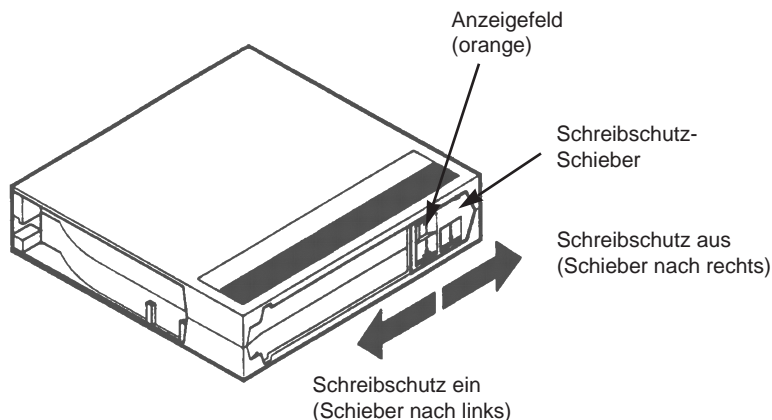

Bild 4 Schreibschutz-Schieber an der Cartridge
- Wenn der Schreibschutz bei der Cartridge aktiviert ist (Bild 4), können keine (neuen) Daten auf dem Band gespeichert werden.